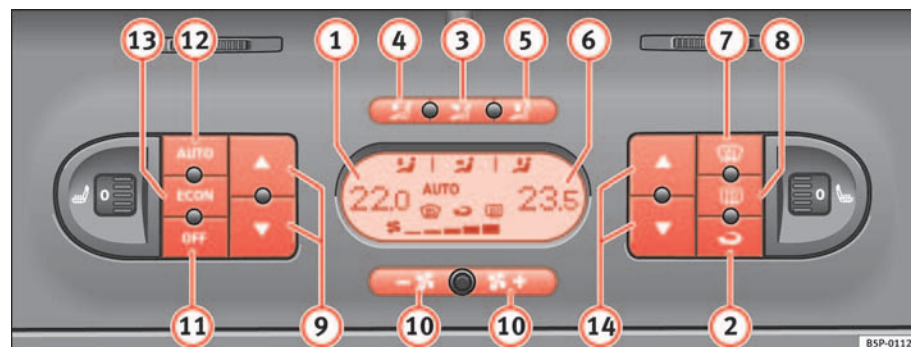

Fig. 128 Comandos do Climatic 2C no painel de instrumentos
- Para activar o modo manual, premir um dos botões ⇒ página 162, fig. 128 ③ ao ⑤, o botão **ECON** ou premir um dos botões do ventilador ⑩. O símbolo **AUTO** desaparece do visor.
- Premir o botão  ⇒ **página 162, fig. 128 (2)**, para ligar e desligar o modo de recirculação do ar. Está ligada se no visor é apresentado o símbolo .